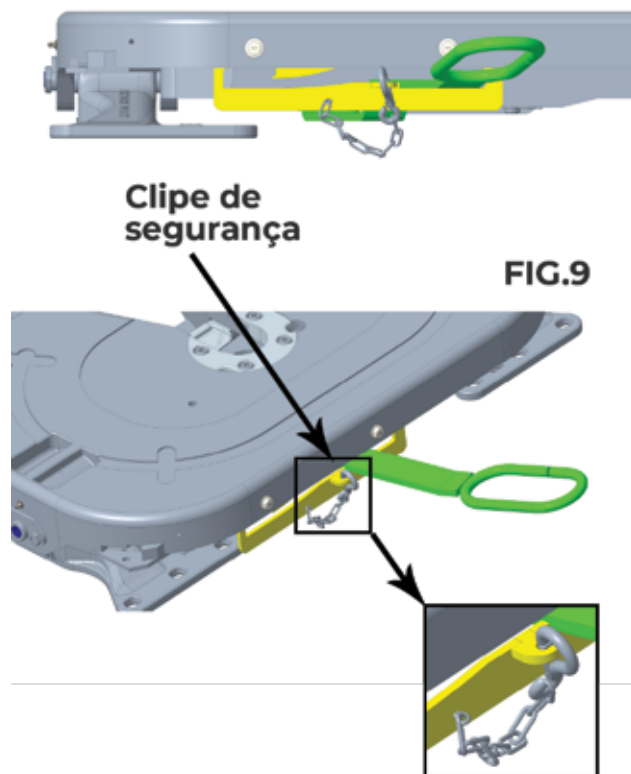

FIG.5
2.3-Assegurar que a placa de desgaste do implemento fique ligeiramente abaixo do nível da Quinta Roda, máximo 50 mm (ver Fig. 5).
2- Verificar visualmente se a trava está totalmente atravessada e que o Pino Rei está travado no interior do mecanismo (ver Fig. 5).